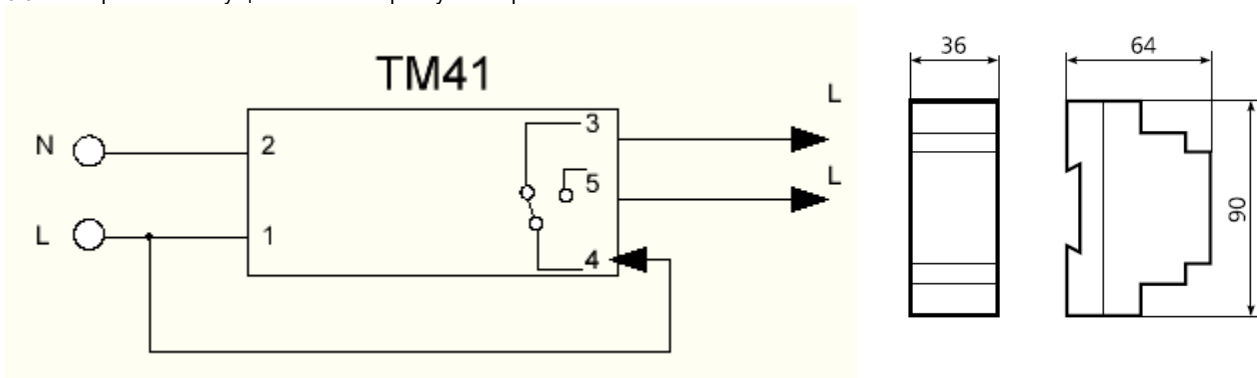

Рисунок 1. Схема подключения и габаритные размеры таймера TM41
Габаритный размер	90x36x64мм (см. Рис.1 п.6)
4.1 При наступлении дня недели и времени, заданных пользователем в памяти реле, происходит автоматическое замыкание или размыкание контактных групп реле (в соответствии с настройкой программы), тем самым происходит коммутация входящей фазы между выходными контактами реле 3 и 5 (см. рисунок 1).
- Подключение реле производить только в соответствии со схемой на Рис. 1.